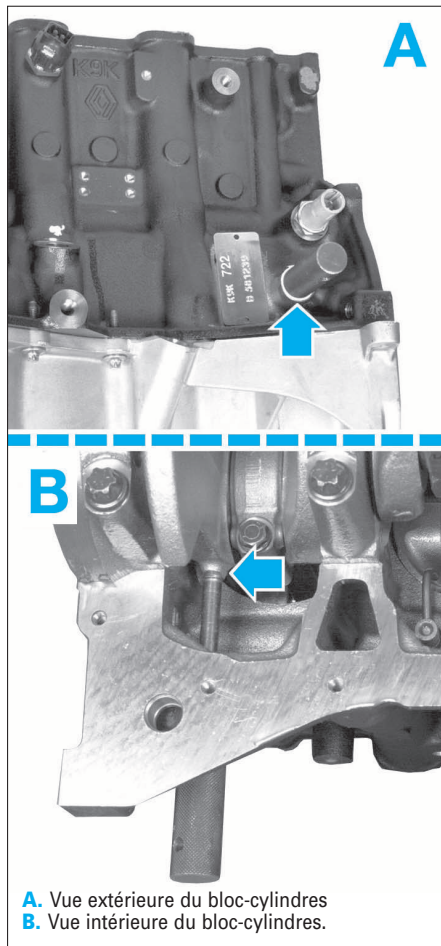

FIG. 26
- Tourner sans à-coups le vilebrequin pour l'amener en butée contre la pige (Fig.26).